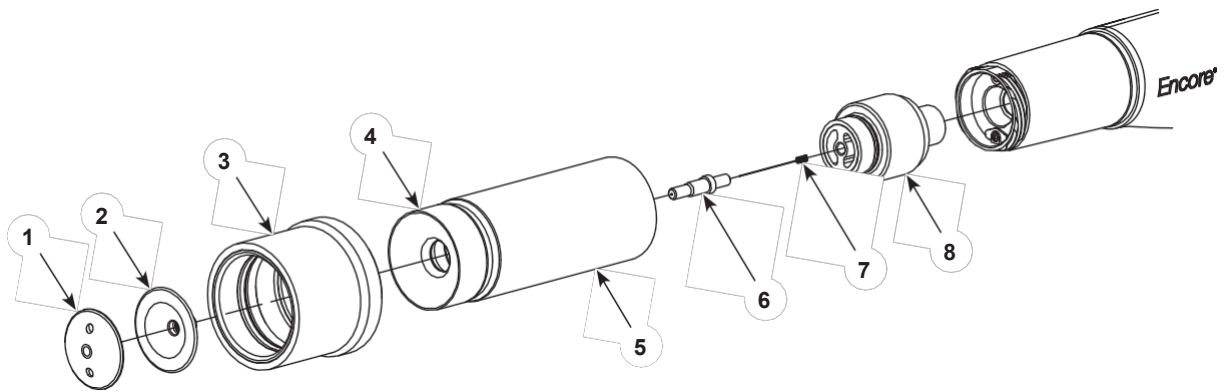

Figura 4-1 Limpieza de una boquilla cónica « »
1. Véase la figura 4-1. Sujete el deflector (2) con el dedo mientras desenrosca la tapa del deflector (1). Tire suavemente del deflector para sacarlo del soporte cónico del electrodo (6).
2. Desatornille la tuerca de la boquilla (5) y retire la tuerca, la boquilla cónica (4) y el manguito de patrón (3) de la pistola pulverizadora.
5. Inspeccione el soporte del electrodo (6). Si el soporte del electrodo está desgastado o dañado, desatornillelo del soporte del electrodo y retire el electrodo (7). Instale el electrodo en el nuevo soporte y atornille el soporte en el soporte del electrodo (8). Instale el conjunto del soporte del electrodo (6, 7 y 8) en la pistola pulverizadora.